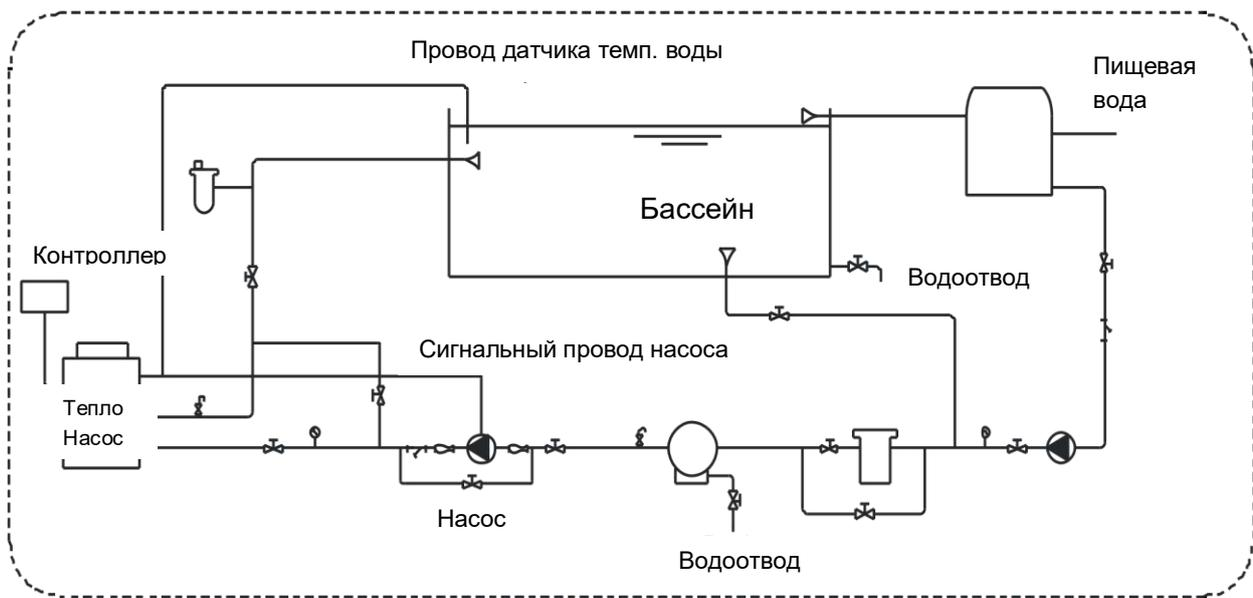

Рисунок 8 Схема (Один блок для справки)
- Категорически запрещается прикасаться к полу переключателя потока, иначе переключатель будет деформирован и выйдет из строя (рис. 8).